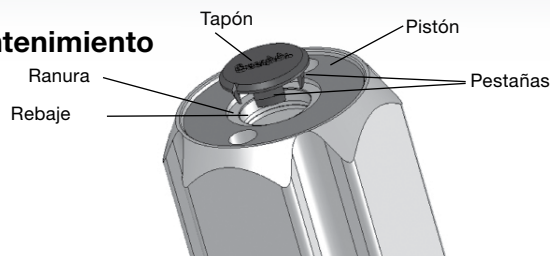

Fig. 7
2. Presione el nuevo **tapón** contra la **ranura** de modo que las **pestañas** queden encajadas en el **rebaje** del **pistón**. Ver Fig. 7.